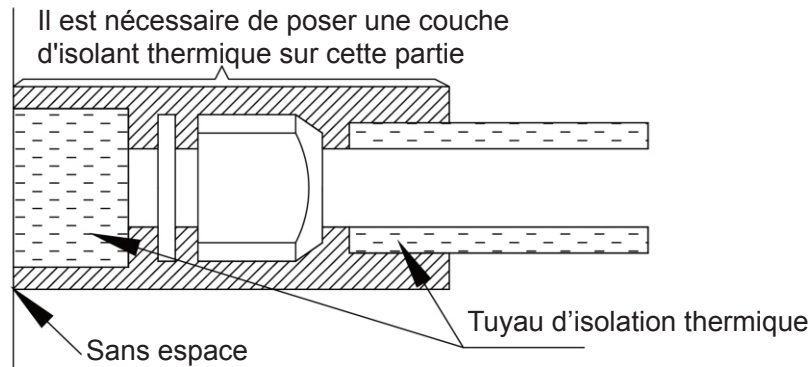

Fig. 4.3.6
- 3) Enveloppez les raccords des unités intérieure/extérieure avec des matériaux d'isolation. Il ne doit y avoir aucun espace entre le raccord et la paroi de l'unité intérieure/extérieure, comme indiqué sur la Fig. 4.3.6.